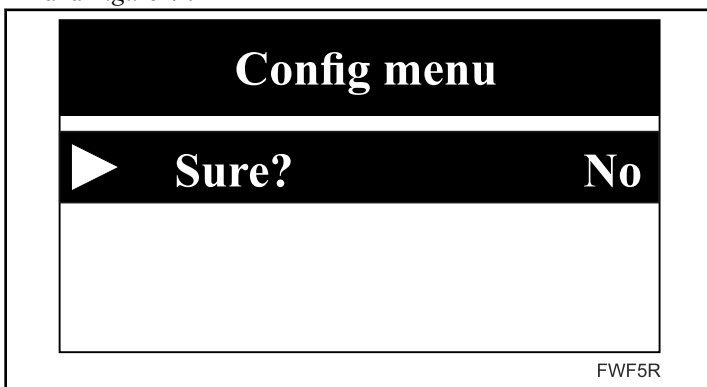

Figure 4
- Certains éléments de menu essentiels nécessitent une confirmation avant que l'on puisse modifier leur valeur. Se reporter à la *Figure 4*.